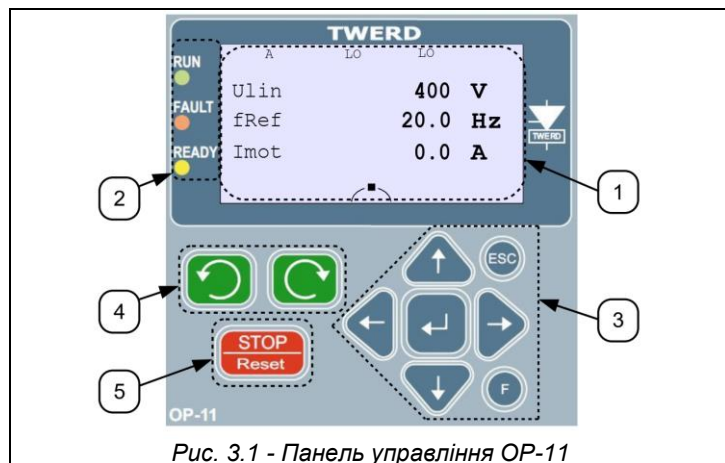

Рис. 3.1 - Панель управління ОП-11
Панель управління (рис. 3.1) слугує для:
Елементи панелі управління (рис. 3.1)
- натиснути та утримувати 5 секунд функціональну клавішу „F” - на рис. 3.1 - Панель управління
- натиснути та утримувати 5 секунд функціональну кнопку „F” - на Рис. 3.1 — Панель управління